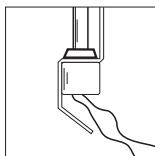

Abbildung 1
1. Anschlußkabel auseinanderwickeln (Abbildung 1).